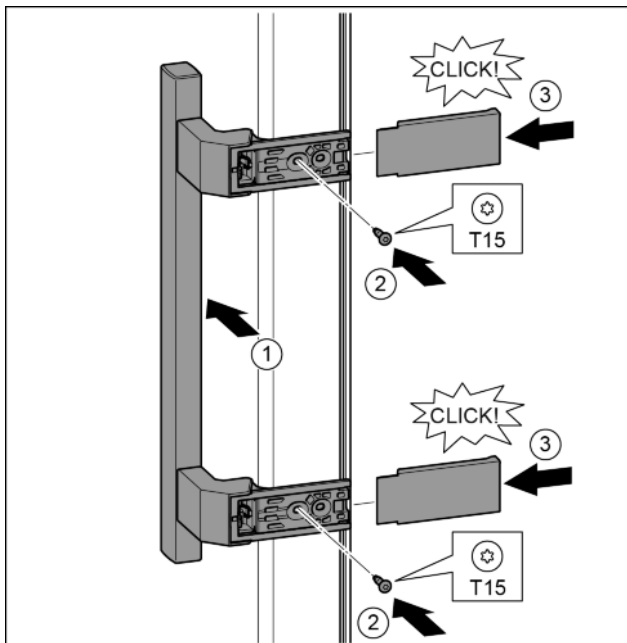

Fig. 20
- ▶ Greep op de tegenoverliggende zijde aanbrengen. Fig. 20 (1)
- ▶ Schroeven met schroevendraaier T15 vastschroeven. Fig. 20 (2)
- ▶ Afdekkingen zijdelings aanbrengen en erop schuiven. Fig. 20 (3)